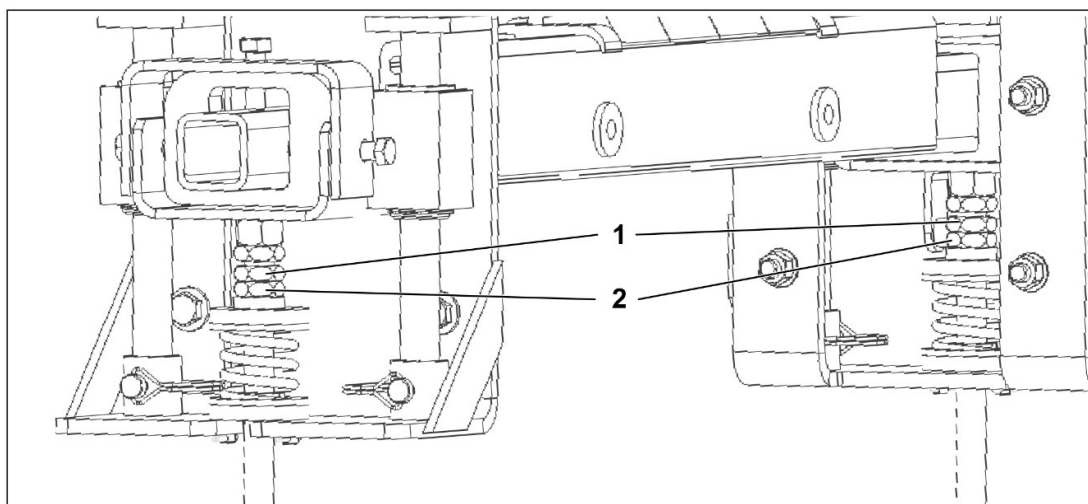

Рис. 20
Для этого ослабьте контргайки (1, Рис. 20 слева).
Для корректировки положения в направлении вниз можно использовать регулировочную гайку (2, Рис. 20 справа).
1. Ослабьте контргайку (1, Рис. 20) с обеих сторон.
2. Выровняйте регулировочные гайки (2, Рис. 20) равномерно по часовой стрелке с обеих сторон до тех пор, пока скребковые ножи слегка не коснутся конвейерной ленты; затем начните натяжение в соответствии с шагом 3 и значениями из таблицы 6 или 7.